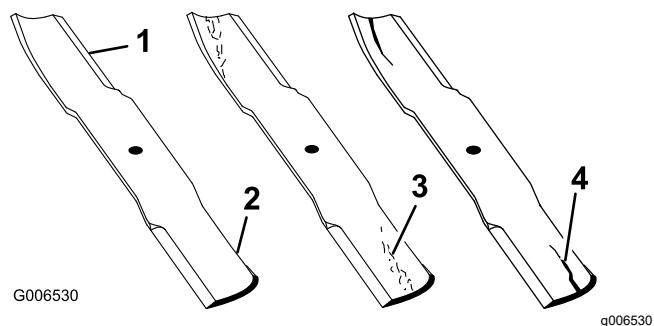

Bild 63
1. Untersuchen Sie die Schnittkanten (Bild 63).
4. Wenn Sie Risse, Verschleiß oder Rillenbildung in diesem Bereich feststellen, sollten Sie sofort ein neues Schnittmesser einbauen (Bild 63).